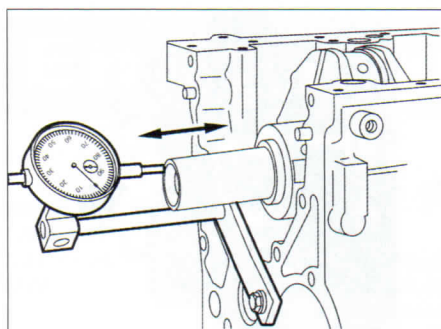

FIG. 55
- Comprobar el juego axial (fig. 55).